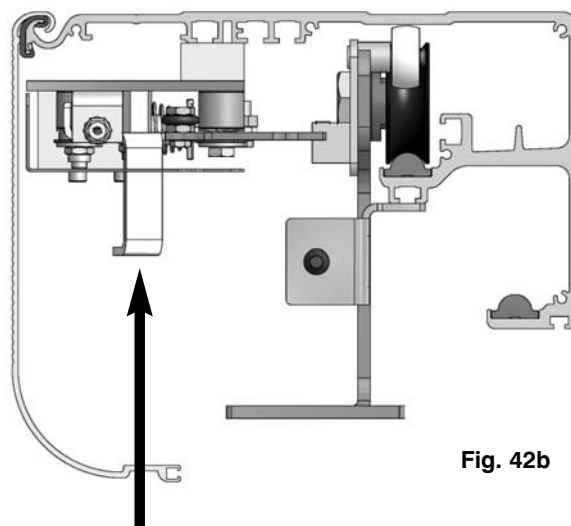

Fig. 42b
- Forare il coperchio dell'automatismo in corrispondenza della staffa di sblocco per consentire l'eventuale inserimento della chiave in dotazione (Fig. 42b).